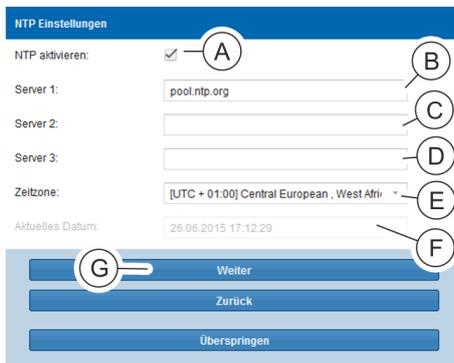

Abb. 56: Fenster "NTP-Einstellungen"
- 25. Ggf. die Checkbox „NTP aktivieren“ (Abb. 56/A) anklicken, im Feld „Server 1“ eine Server-Adresse (Abb. 56/B) eingeben und eine Zeitzone auswählen (Abb. 56/C). Bei Bedarf in den Feldern „Server 2“ (Abb. 56/D) und „Server 3“ (Abb. 56/E) weitere Serveradressen eingeben.
Alternativ die Checkbox „NTP aktivieren“ (Abb. 56/A) nicht anklicken und nur Datum und Uhrzeit (Abb. 56/F) eingeben.
- 26. Eingaben über die Schaltfläche „Weiter“ (Abb. 56/G) bestätigen.